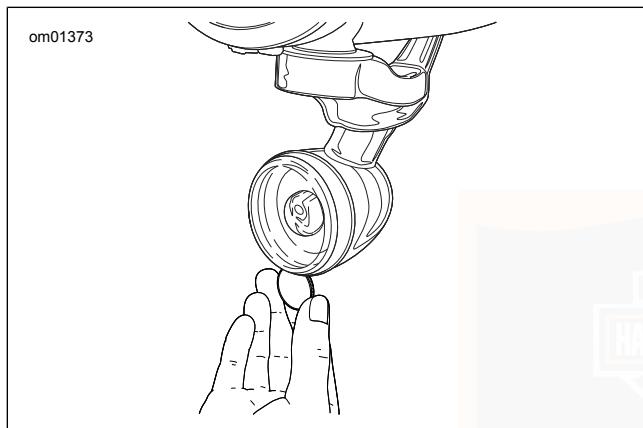

Abbildung 99. Kerbe in der Streuscheibe
1. Siehe Abbildung 99. Eine Münze oder die Klinge eines kleinen Schraubendrehers in die Kerbe an der Unterseite der Streuscheibe einsetzen. Vorsichtig drehen, bis der Streuscheibendeckel aus dem Lampengehäuse herausspringt.